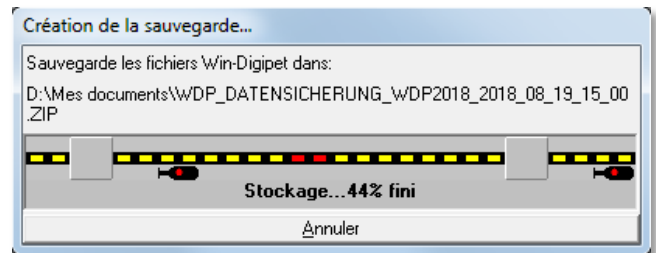
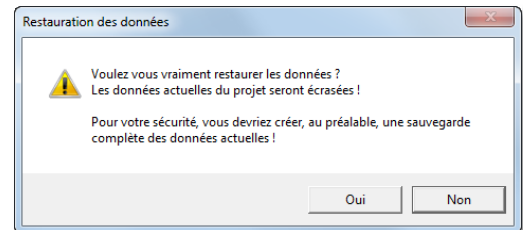

Fig. 2.9 Une sauvegarde est en cours de création
Fig. 2.12 Message d'avertissement avant la restauration de données
Le bouton 'Restaurer' permet de lancer le processus de restauration. Après une demande de confirmation ou un avertissement (voir la Fig. 2.12), signalant que vous pouvez éventuellement écraser les données du projet en cours, la progression de la restauration s'affiche dans une fenêtre de progression (voir la Fig. 2.9).
2.11. Le projet actuellement en cours est le projet "WDP2018". Nous sélectionnons maintenant les données d'un projet dans la liste en dessous ayant comme nom de projet "bsekmh4", sachant que nous allons écraser les données de notre projet actuel "WDP2018" avec une sauvegarde de ces données, et le rendre ainsi inutilisable. Nous lançons la restauration et nous obtenons la demande de confirmation décrite dans la Fig. 2.12. Nous répondons '**Oui**' à la question. Au lieu du démarrage de la restauration, le programme affiche une autre fenêtre de dialogue.